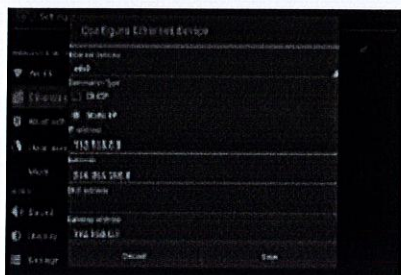

Рис. 6.16
- (3) Установите флажок, как показано на рис. 15, чтобы включить Ethernet. Во всплывающем окне введите IP-адрес прибора (см. Рис. 6.16).